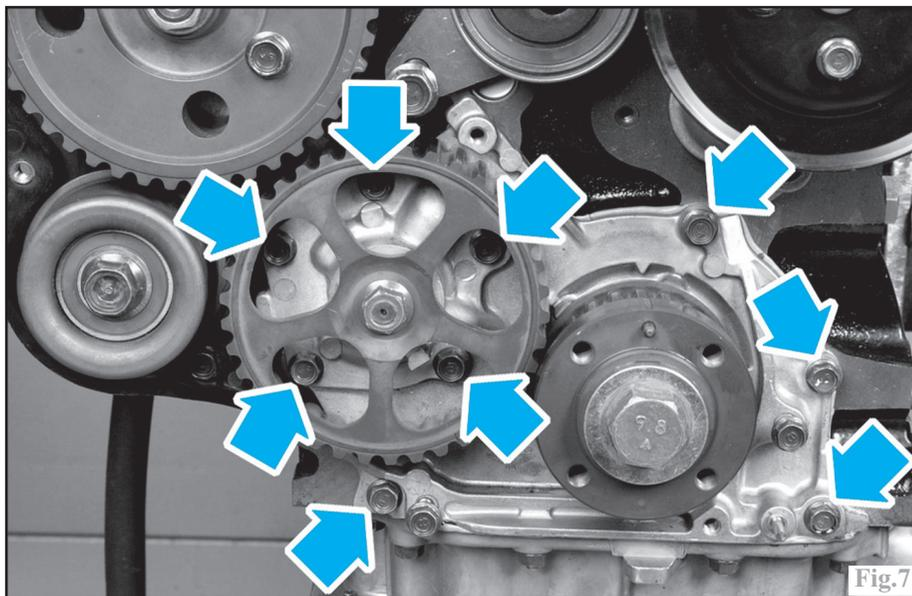

Fig.7
-le couvercle de la pompe à huile (Fig.7).